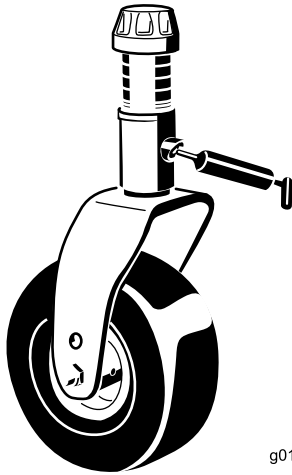

Figure 66
- 1 bague d'axe de chape de roue pivotante (Figure 66)